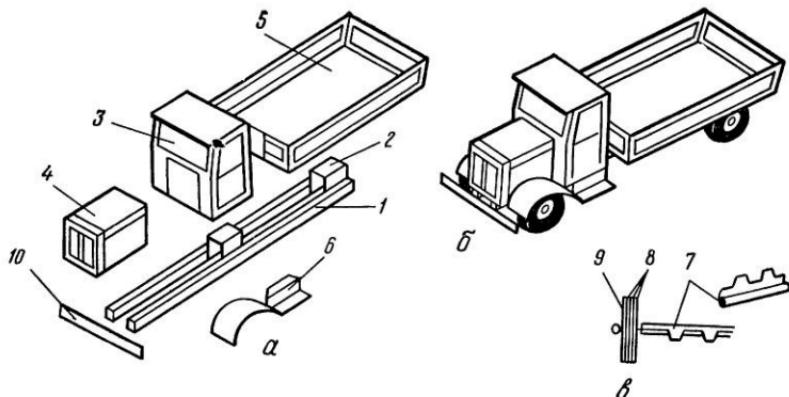

Рис. 25. Модель грузового автомобиля из картона:
Начинают с изготовления двух коробчатых лонжеронов (1), между которыми вклеивают два несущих элемента (2). Теперь выклеивают кабину (3), капот двигателя (4) и кузов (5). Названные узлы, просушив, приклеиваем на обозначенные теми же цифрами места к раме. Осталось только приkleить бампер (10) и крылья-подножки (6), как это показано на рис. 25.